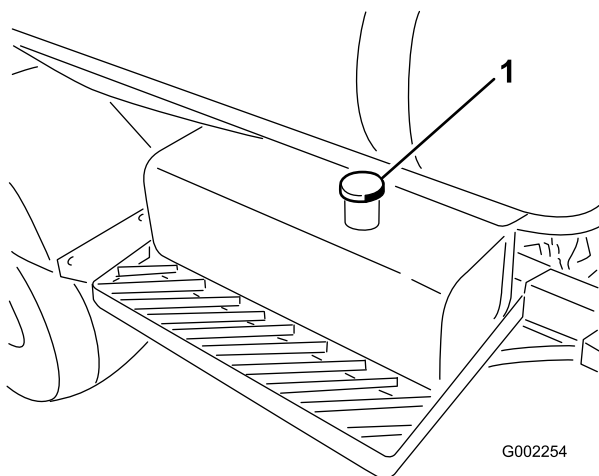

Figure 58
3. Nettoyez la surface autour du bouchon du réservoir d'huile hydraulique et enlevez-le (Figure 58).